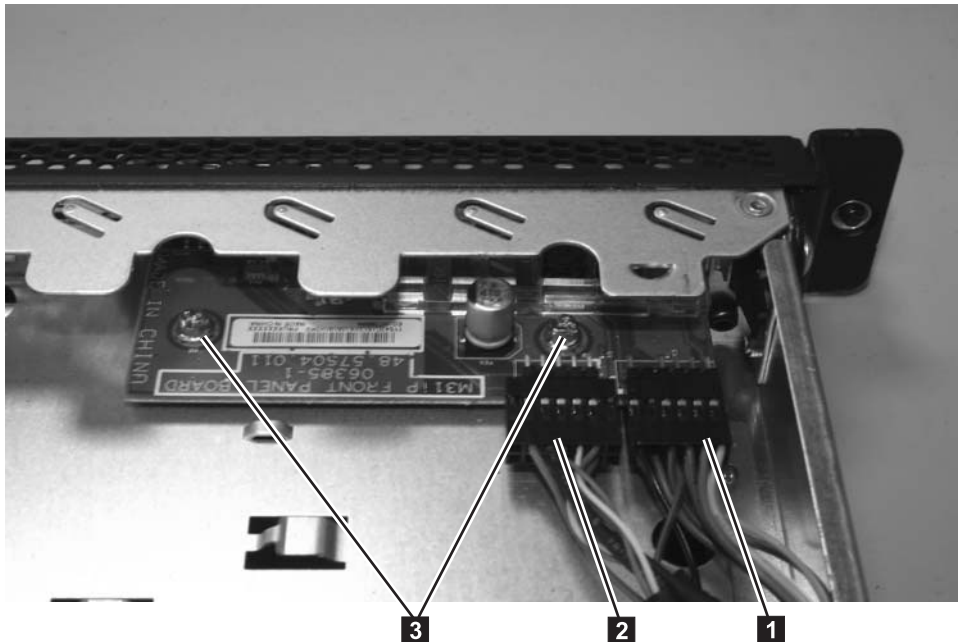

図 233. SAN ポリューム・コントローラー 2145-8A4 オペレーター情報パネル
- ライト・パネル・ケーブル **1** および USB ケーブル **2** を、オペレーター情報パネル・ボードから切り離します (図 233 を参照)。